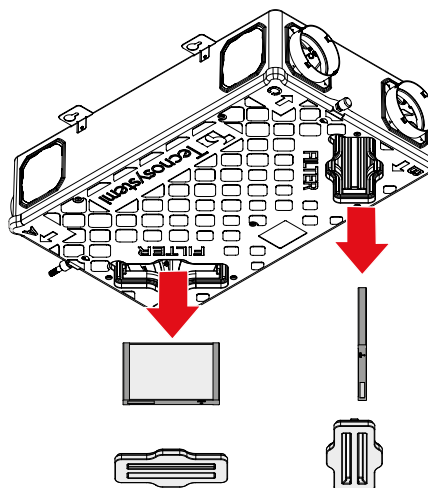

Abb. 2
2. Ziehen Sie die Filter heraus (Abb. 2).